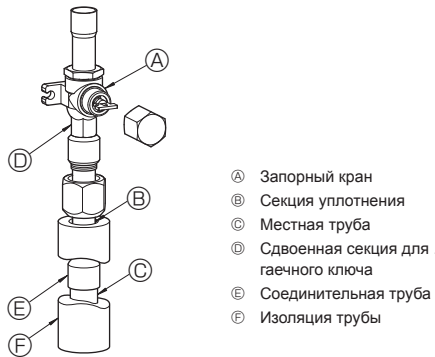

Fig. 4-3
- ③ Для соединения труб со стороны газа необходимо выполнить следующие операции. (Fig. 4-3)
- 1 Припаяйте соединительную трубу (D), предназначенную для присоединения к наружному прибору, используя твёрдый припой местного производства, и местную трубу (C) из бескислородной меди.
- 2 Присоедините соединительную трубу (E) к запорному крану со стороны газа. Используйте два ключа, чтобы затянуть гайку с фланцем.